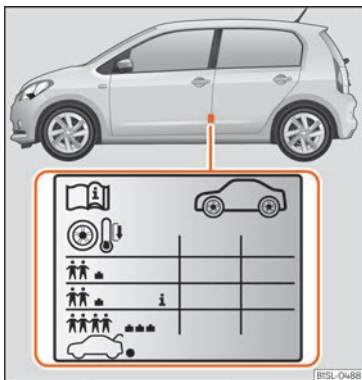

Fig. 166 Emplacement de l'adhésif de gonflage des pneus.
»» **fig. 166.**
Il est possible d'adapter la pression de gonflage des pneus sous charge moyenne en fonction du véhicule afin d'améliorer le confort de conduite (pression de gonflage **i** »» **fig. 166**). Lorsque vous roulez avec une pression de gonflage de confort, la consommation d'énergie peut augmenter légèrement.
- Le conducteur est responsable de la pression correcte de tous les pneus de son véhicule. La pression de gonflage recommandée est indiquée sur un autocollant »» fig. 166.
- Avec les pneus à froid, la pression devra toujours être celle indiquée sur l'autocollant »» fig. 166.